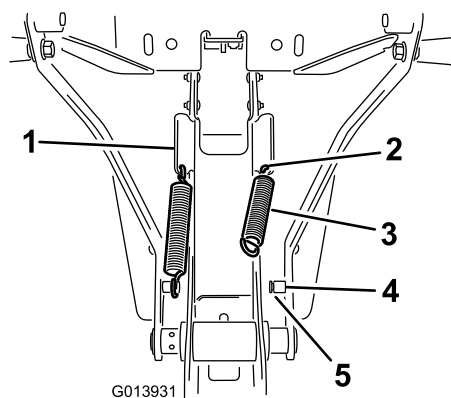

Figure 7
1. Accrochez le ressort dans le trou inférieur de la patte inclinée sur le côté du cadre (Figure 7).
2. Accrochez une extrémité du ressort dans le trou (Figure 7).
3. Veillez à engager correctement l'extrémité du ressort dans la rainure de l'ergot (Figure 7).